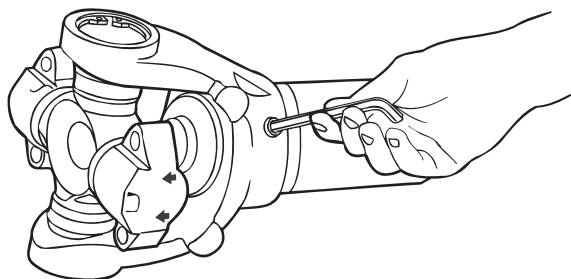

Figura 4.17
1. Use una llave Allen para retirar el tapón de grasa de la horquilla antes que usted monte el yugo deslizante y el eje estriado. Figura 4.17.